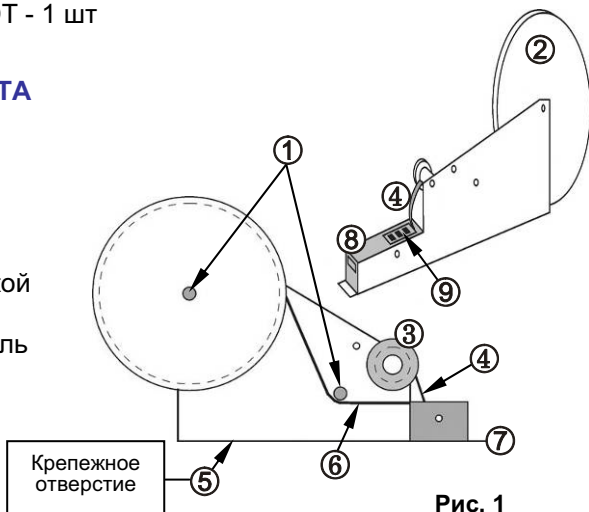
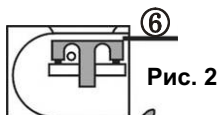
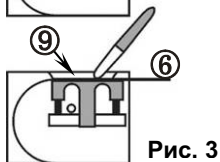

Рис. 1
Рис. 2
Рис. 3
Разместить бобину, как показано на рис.1, заправить ленту (6) в лентоприемочный модуль защитной пленкой (4) кверху (рис.2). В окне отсоединить защитную пленку от ленты (рис.3,4) и закрепить ее на подвижном ролике. Защитная лента наматывается на подвижный ролик при его вращении. Одновременно лента перемещается, и в окно лентоприемочного модуля подаются новые элементы, которые с помощью вакуумного пинцета перемещаются на плату. При использовании АКП установить направляющую (7) в паз подставки и зафиксировать второй край АПЛ совместив отверстие (5) с выступом подставки.